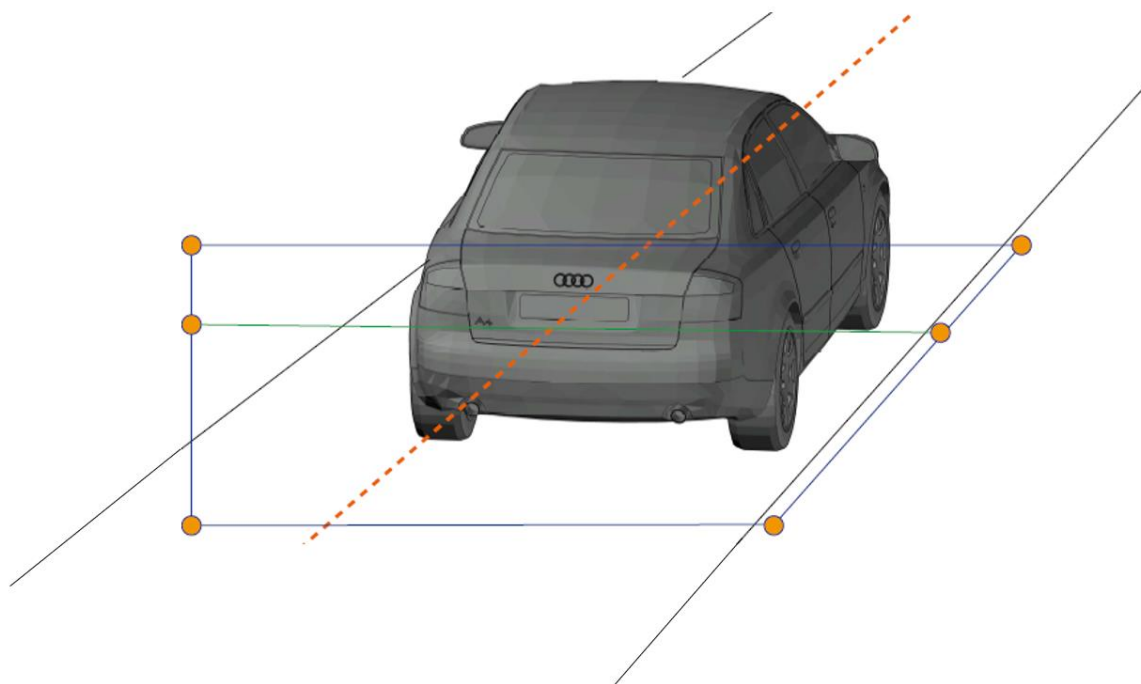

Figura 07 – Captura do tipo traseira
- d) Para captura do tipo traseira, a área de detecção deve estar mais acima na tela, ou seja, facilitará que a placa cruze a área de detecção e a câmera faça mais leitura e o resultado ficará melhor. Veja figura 07.